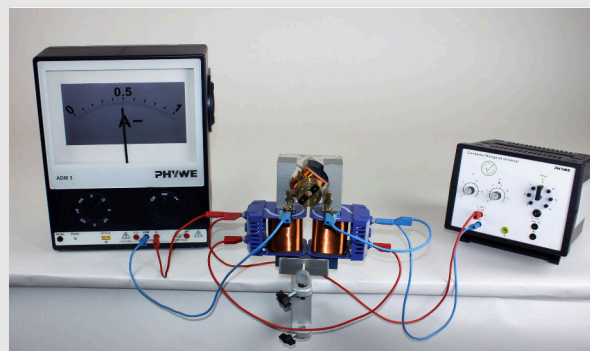

Рис. 2
- Заполните конструкцию в соответствии с рис. 2 и рис. 3.